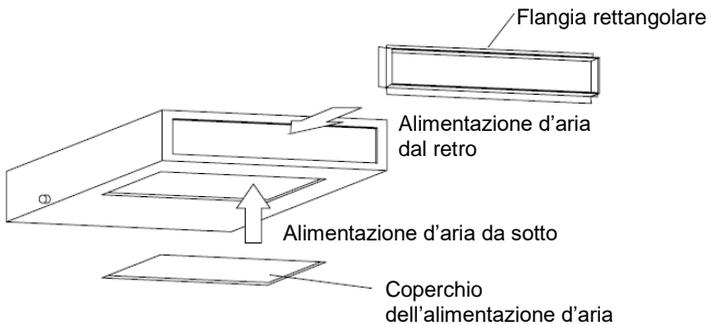

Fig. 11
- a. La flangia di alimentazione dell'aria rettangolare è installata di serie sul retro dell'unità e l'alimentazione dell'aria inferiore è coperta (vedere Fig. 11)